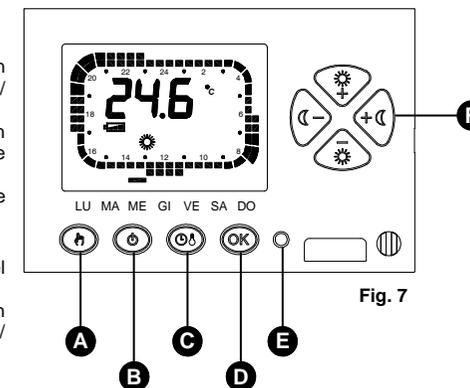

Fig. 7
Inserir las pilas respetando la polaridad indicada en el compartimiento pilas (ver párrafo INSERCIÓN / SUSTITUCIÓN BATERÍAS) y realizar la operación de reset actuando con un objeto con punta por el orificio pertinente (E de Fig. 7); **NO UTILIZAR AGUJAS O INSTRUMENTOS QUE PUEDAN DAÑAR IRREPARABLEMENTE EL CRONOTERMOSTATO.**
La temperatura de Confort se ajusta mediante los botones '+' y '-' (F de Fig. 7) mientras la de Reducción se ajusta con los botones '+ (C)' y '(C) -' (F de Fig. 7).